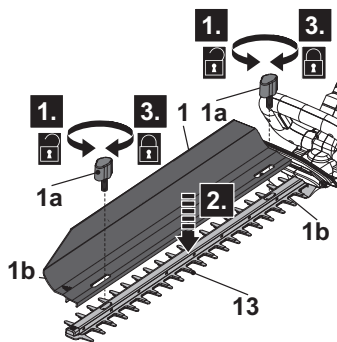

Fig. 2
1. Remova os botões de bloqueio (1a) das porcas, no sentido anti horário, à mão e mantenha-os à mão (Fig. 2, passo 1).
3. Alinhe as ranhuras (1b) do varredor (1) com as porcas do dispositivo de corte (lâmina) (13) e mantenha em posição (Fig. 2, passo 2).
4. Fixe as conexões com os botões de bloqueio (1a) no sentido horário, à mão (Fig. 2, passo 3).